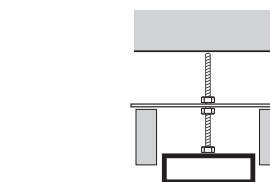

Рис. 3 Схема монтажа в реечный потолок светильника PSO-01
- 1.7.2 в реечные потолки (см. Рис.3) при помощи комплекта креплений ШК 4895205052291;